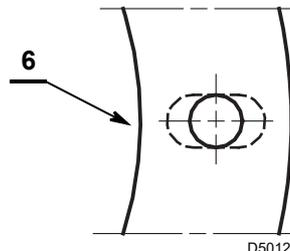
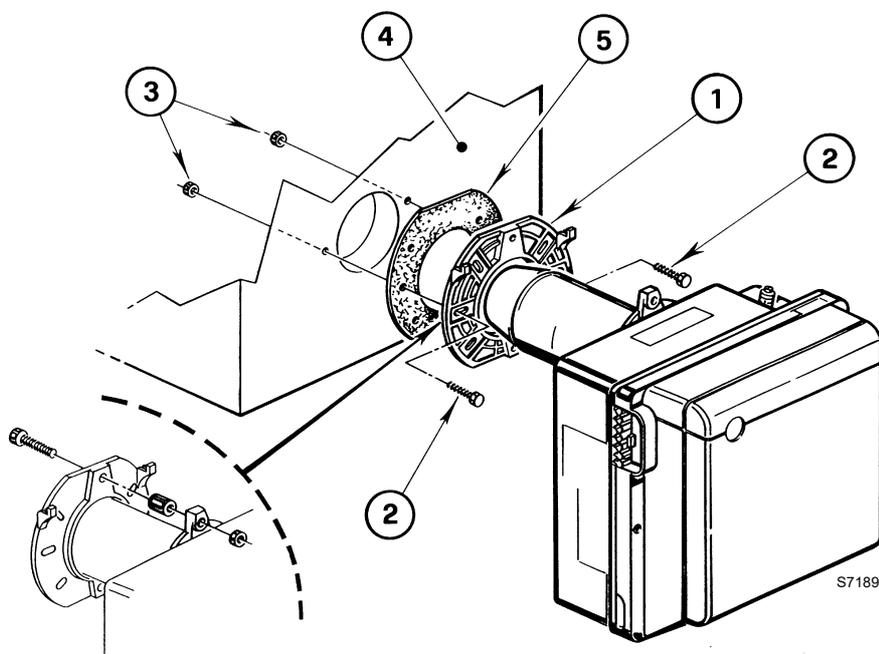

Fig. 7
Fig. 8
- inserire sulla flangia 1)(Fig. 8) la vite e i due dadi 3)(Fig. 8).
- Allargare, se necessario, i fori 6)(Fig. 7) dello schermo isolante 5)(Fig. 8).
- Fissare alla portina della caldaia 4)(Fig. 8) la flangia 1) mediante le viti 2) e (se necessario) i dadi 3) interponendo lo schermo isolante 5)(Fig. 8).